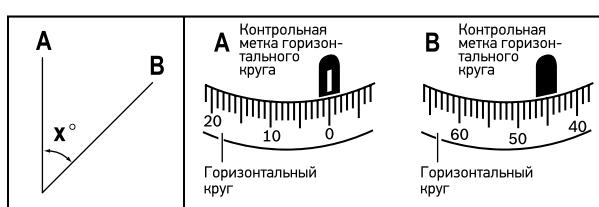

Рисунок 6
- Сфокусируйте нивелир на рейке А. Поверните горизонтальный круг (2), совместив "0" с контрольной меткой горизонтального круга (3).
• Сфокусируйте нивелир на рейке В. Запишите значение угла относительно контрольной отметки горизонтального круга (3) (рис. 6).